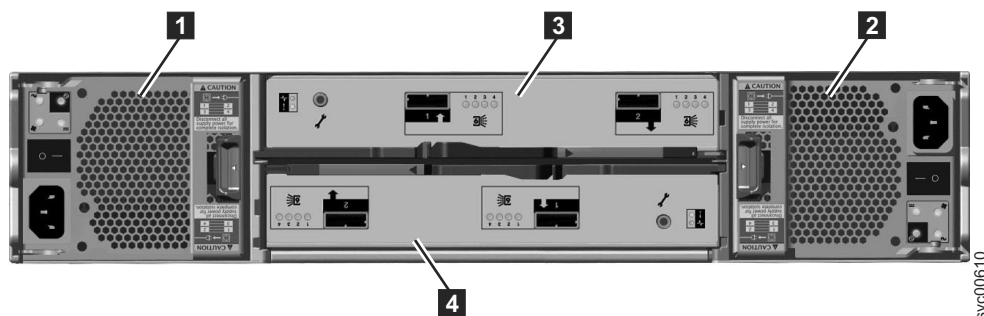

Figure 6. Vue arrière d'un boîtier d'extension de modèle 2076-212 ou 2076-224
La figure 6 affiche la vue arrière d'un boîtier d'extension et identifie l'emplacement des unités d'alimentation et des cartouches. Les ports et leur utilisation sont décrits ultérieurement dans cette section.
- Deux cartouches sont hébergées au milieu de chaque boîtier. Chaque cartouche est appelée cartouche d'extension. La cartouche supérieure (voir figure 6) est la cartouche **3** et la cartouche inférieure est la cartouche **4**. La partie supérieure de la cartouche 3 est placée vers le haut et la partie supérieure de la cartouche 4 est placée vers le bas.